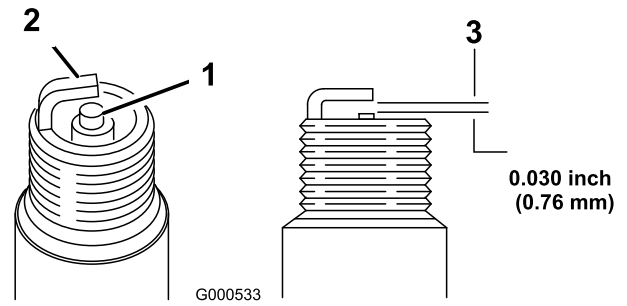

Bild 40
1. Sehen Sie sich die Mitte der Zündkerze an (Bild 40). Wenn der Kerzenstein hellbraun oder grau ist, ist der Motor richtig eingestellt. Eine schwarze Schicht am Kerzenstein weist normalerweise auf einen schmutzigen Luftfilter hin.
2. Prüfen Sie den Abstand zwischen den mittleren und seitlichen Elektroden (Bild 40). Verbiegen Sie die seitliche Elektrode (Bild 40), wenn der Abstand nicht stimmt.